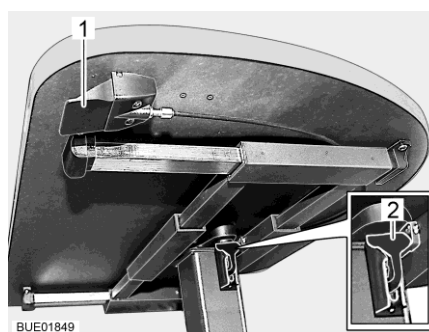

Fig. 84 Table à hauteur réglable avec touche de déverrouillage
- Tirer le levier de verrouillage (Fig. 84,2) vers le bas ou l'enfoncer.
- Pousser le levier de verrouillage (Fig. 84,2) vers le haut.
- Pousser la touche de déverrouillage (Fig. 84,1) et la maintenir poussée. Le plateau de table s'élève alors automatiquement jusqu'à la butée de fin de course.
- Lâcher la touche de déverrouillage (Fig. 84,1). Le plateau de table reste dans la position choisie.
- Pousser la touche de déverrouillage (Fig. 84,1) et la maintenir poussée.
- Lâcher la touche de déverrouillage (Fig. 84,1). Le plateau de table reste alors dans la position la plus basse.